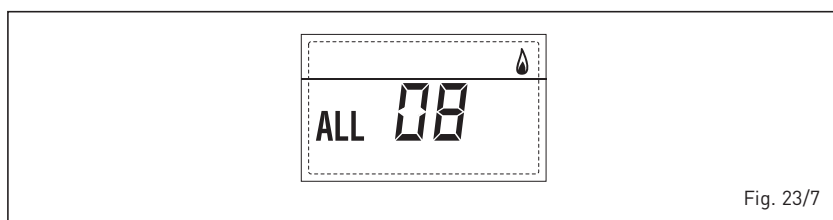

Fig. 23/7
– **ANOMALIA CIRCOLAZIONE ACQUA “ALL 09” (fig. 23/8)**